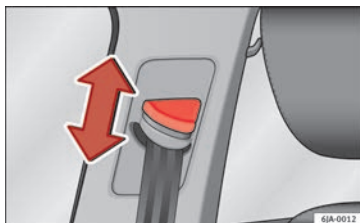

Bild 80 Placering av höjddreglaget för säkerhetsbälte
- Tryck på övre delen av diagonalbältesföringen och håll den i detta läge » bild 80.